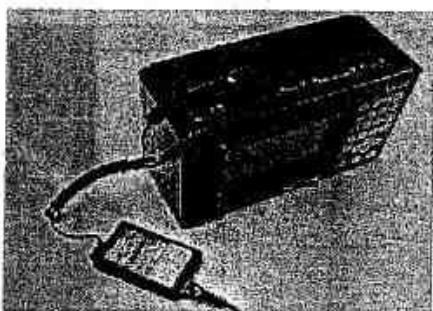
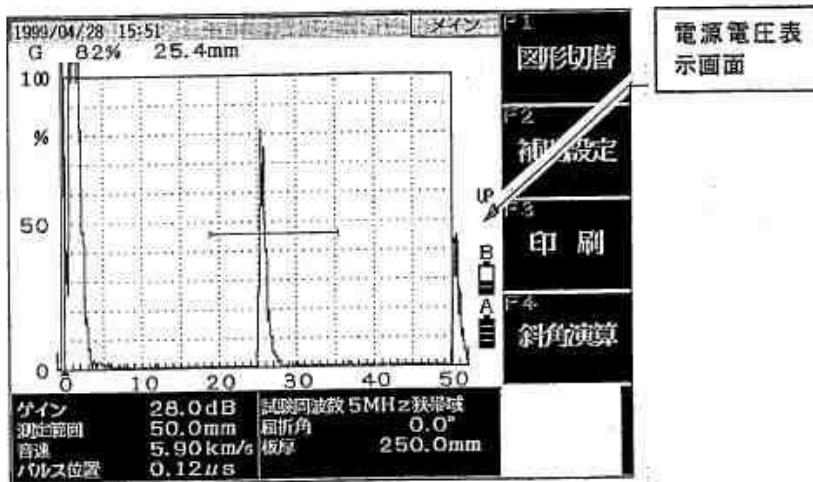

図 4.1.2 UI-23 と A C アダプタの接続
図 4.1.3 電源電圧表示画面
UI-23 と A C アダプタの接続を図 4.1.2に示します。
- ① A C アダプタの出力ケーブルを、UI-23 の直流電源入力ジャック [DC IN 12V] に接続します。 (図 4.1.2参照)
- ② A C アダプタの入力プラグを、AC100 ~ 240 V, 50~60 Hz の電源に接続します。
- ③ 電源キーを 3 秒以上押します。この操作で、このスイッチの上のパイロット・ランプが点灯し、動作を開始します。
- ④ 電源キーを押してから、約 5 秒後にブルーバックの画面が出てきますので、その間お待ち下さい。この間に異常 (焦げ臭い匂い、煙、異音等) が感じられた場合は、直ちに電源キーを再度押して電源をオフにして下さい。また、A C アダプタの出力ケーブルをUI-23 の直流電源入力ジャックから外すか、A C アダプタの入力ケーブルを、A C 電源から外して下さい。
- ⑤ 更に、図 4.1.3に示すように、この画面の右下に電源の電圧を示す [A] 、[B] 2 個の乾電池形のバーグラフが表示されますので、[A] のバーグラフのバーが『緑色』で 3/4 以上であることを確認して下さい。